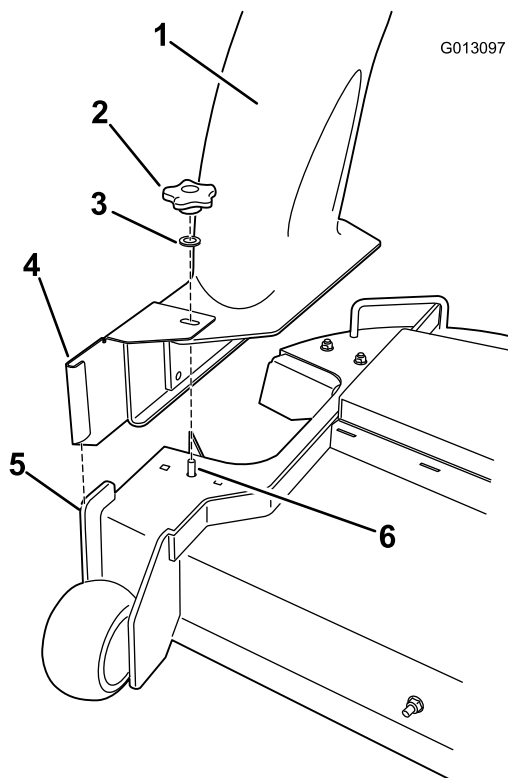

Figura 18
Nota: Asegúrese de que el hueco de la parte superior del conducto queda alineado con la clavija expuesta en la parte superior de la carcasa de corte, y que la placa vertical delantera se engancha en el soporte metálico plegado del conducto (Figura 18).
6. Instale una arandela y el pomo en la clavija que pasa por la parte superior del conducto (Figura 18).